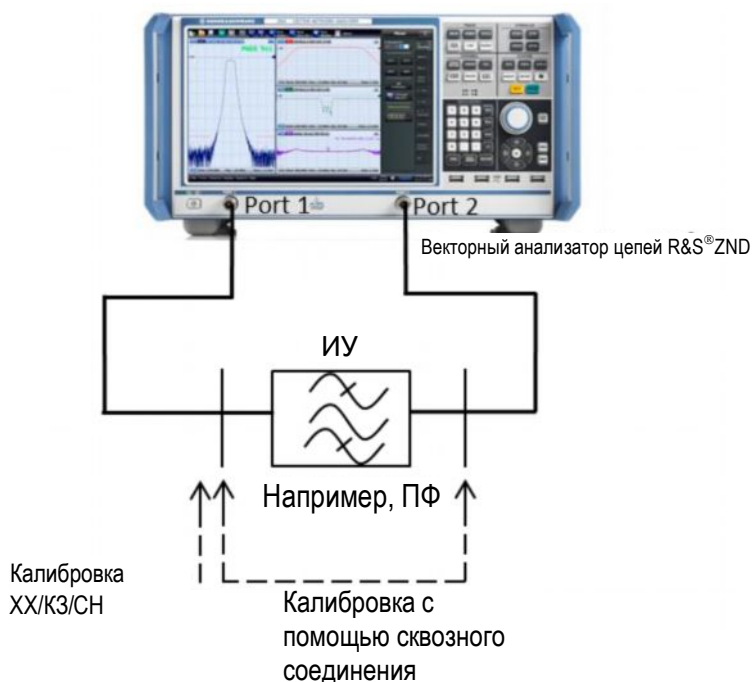

Рис. 2-18 – Измерение характеристик фильтра с помощью векторного анализатора цепей ZND
Как показано на рис. 2-18 необходимо провести калибровку измерительной установки до начала измерений. Для векторных измерений необходимо выполнить сквозное соединение, а также три дополнительных этапа калибровки. Для этого используется короткое замыкание цепи (КЗ, короткое замыкание), разрыв цепи (ХХ, холостой ход) и высокоточный резистор номиналом 50 Ом (СН, согласованная нагрузка). Необходимо убедиться, что на конце кабеля установлена нужная калибровочная мера. ВЧ характеристики (особенно параметры отражения) для каждой меры известны, что позволяет вычислить соответствующие поправочные значения. В отличие от скалярных измерений с помощью анализатора спектра, необходимо знать длину сквозного соединения, т.к. она влияет на измерения фазы.
- Включите фильтр между двумя измерительными кабелями, как показано на рис. 2-18.